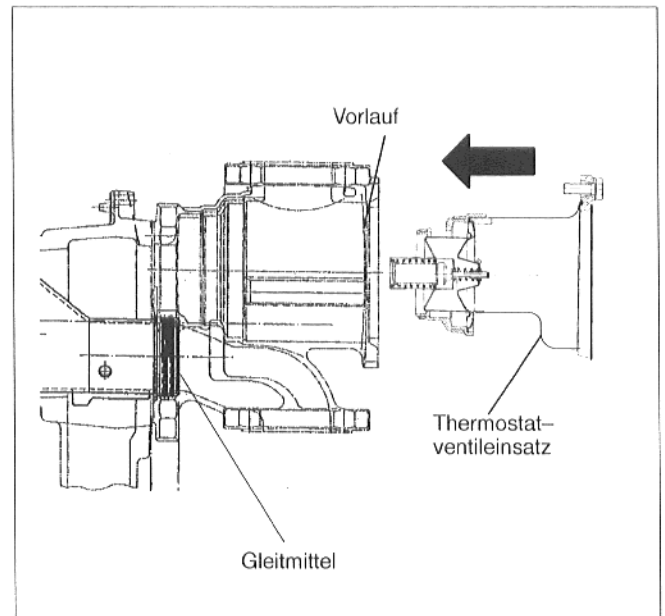

Abb.8a: Einbau Thermostatventil
- Thermostatventil in den Vorlauf des Anschlußflansches einbauen (Abb.8a). Die Dichtringe des Thermostatventil-Einsatzes sind mit einem Gleitmittel zu bestreichen.